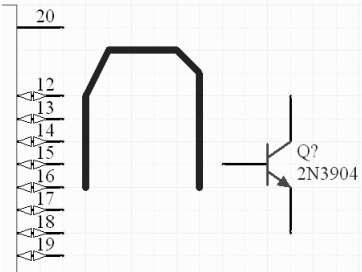

图 3-6 放置总线
- (1) 选择菜单栏中的“放置”→“总线”命令，或单击“布线”工具栏中的（放置总线）按钮，或按快捷键 <P> + ，此时光标变成十字形状。
- (2) 将光标移动到想要放置总线的起点位置，单击确定总线的起点。然后拖动光标，单击确定多个固定点，最后确定终点，如图 3-6 所示。总线的放置不必与元件的引脚相连，它只是为了方便接下来对总线分支线的绘制而设定的。